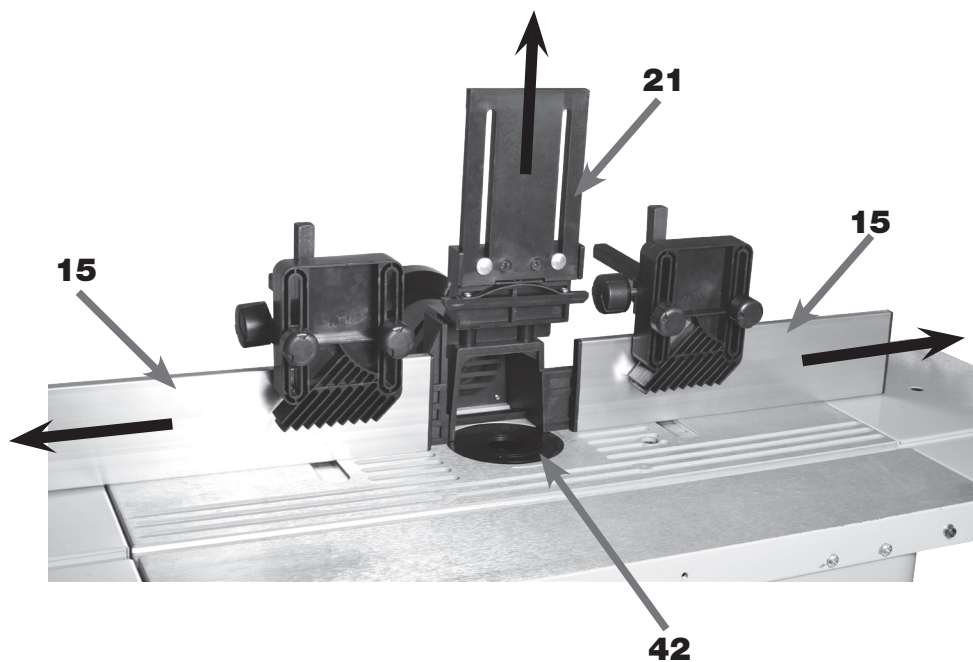

FIGURA 33 - Afastamento das Guias Paralelas Batente
1. AFASTAR a Barra de Pressão Frontal (21) e as Guias Paralelas Batentes (15) lateralmente o suficiente para ter acesso e remoção dos Anéis da Mesa (42) (figura 33);